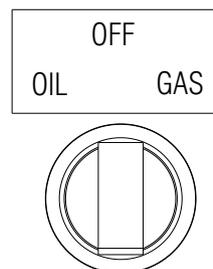

Fig. 36
- il selettore combustibile in posizione "**GAS**" (Fig. 36).